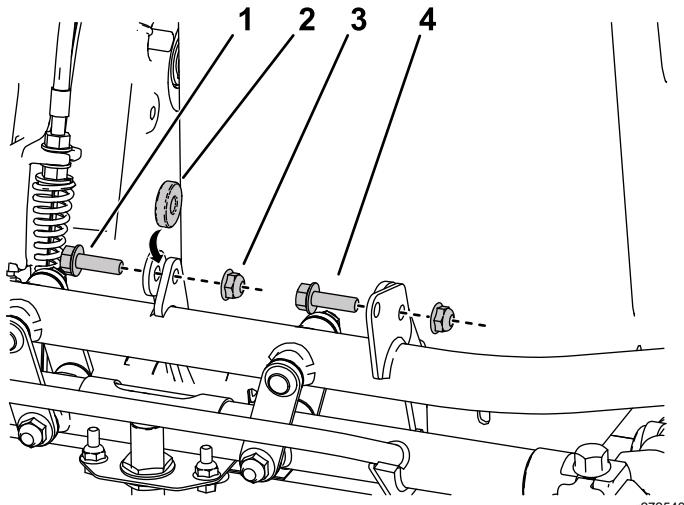

図 10
- 新しいバッテリープラットフォームの前部をフレームに合わせて図10のように固定具を取り付ける。